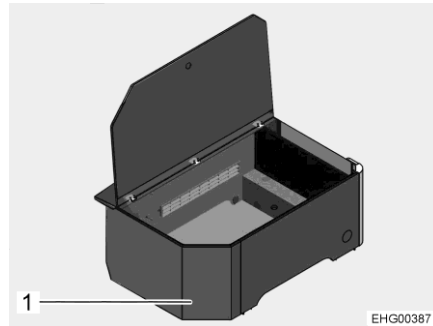
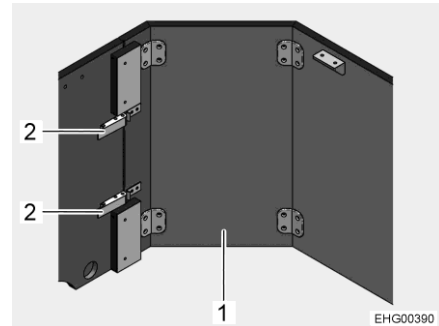

Fig. 19 Banquette longitudinale, ouverte (représentée sans siège supplémentaire)
Fig. 20 Élément en bois, amovible
- Ouvrir les deux fermetures de serrage (Fig. 20,2) sur l'élément en bois amovible (Fig. 19,1 et Fig. 20,1).